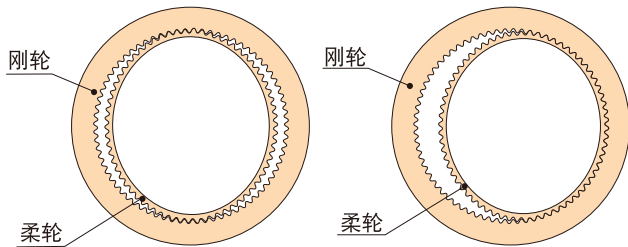

图1
- 3.安装凸轮后，请确认柔轮与刚轮啮合是180度对称的（图1），如偏向一边（图2）会引起震动并使柔轮很快损坏安装完成后请先低速（100转/分）运行，如有异常震动或异常响声，请即停止并与我司联系，以避免安装不正确造成减速机损坏。